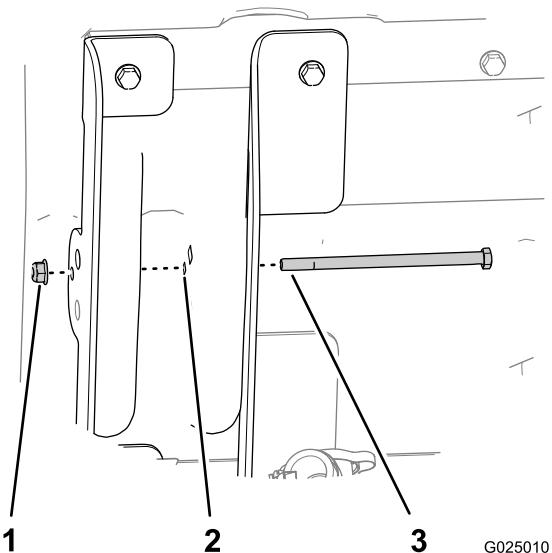

Figura 5
- Inserite il bullone a testa esagonale (5/16 x 5-1/2 poll.) nel foro da 79 mm nella staffa di sollevamento interna (flange lunghe), nella struttura del pianale e nella staffa di sollevamento esterna del pianale (flange corte) come mostrato in Figura 5.
- Serrate manualmente il bullone con un dado flangiato (5/16 poll.) (Figura 5).
11. Serrate il dado flangiato che fissa a fondo il bullone (5/16 poll.) (Figura 5).